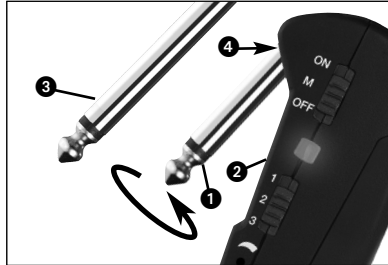

Abb. 4: Adapterstecker anbringen.
4.3 Instrumente mit versenkter Ausgangsbuchse (siehe Abb. 4 auf Seite 8)